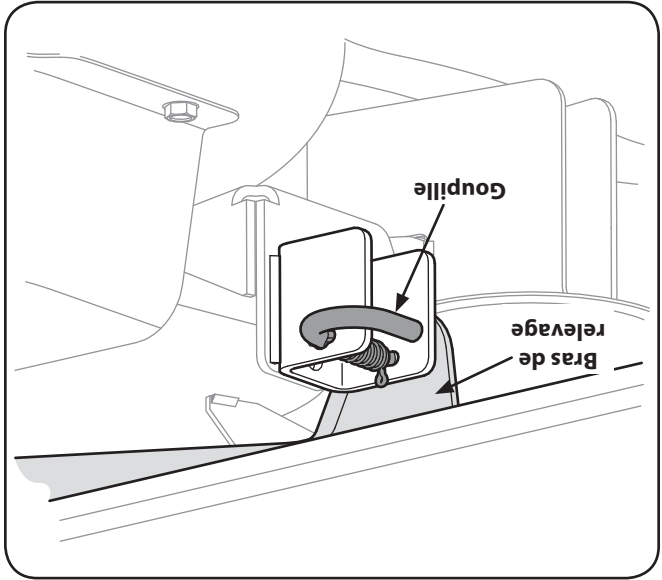

Figure 7-6
8. Localisez les goupilles de soutien de droite et de gauche du plateau de coupe de chaque côté du plateau de coupe. Sortez les goupilles et dégager les bras de relevage droit et gauche du plateau de coupe. Voir la Figure 7-6.
4. Sortez les goupilles de soutien et manœuvrez le plateau de coupe pour aligner les trous de relevage avec les goupilles. Voir la Figure 7-6.